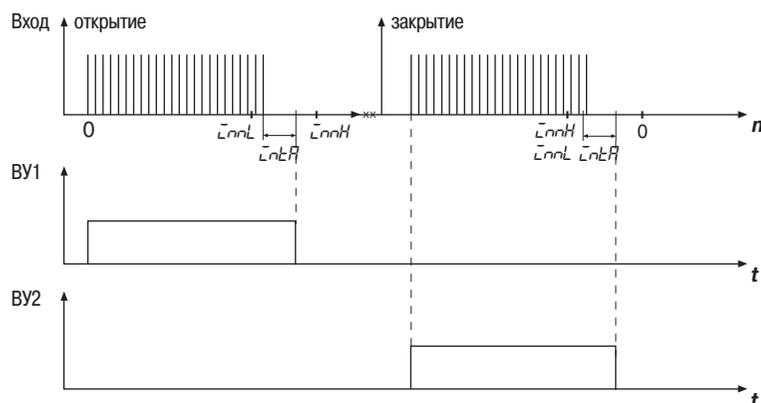

Рис. 7
- значение счетчика находится в интервале, определяемом параметрами $\bar{L}n\bar{n}L$ и $\bar{L}n\bar{n}H$ (рис.7).